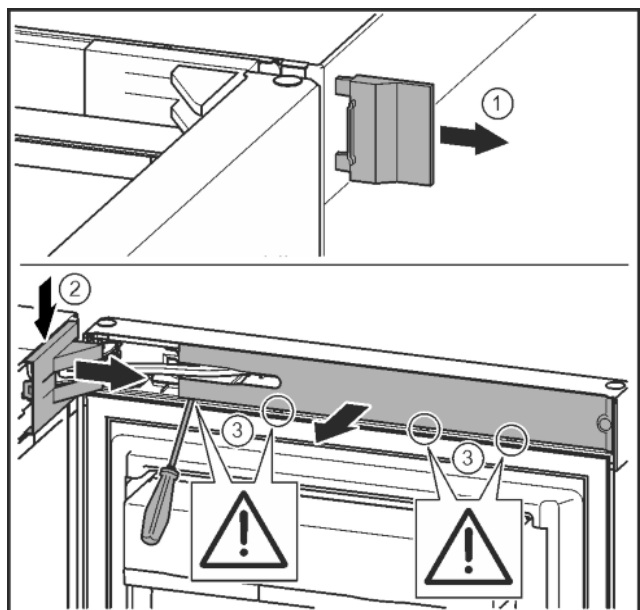

Fig. 12
- Retirer le cache extérieur. *Fig. 12 (1)*
- Détacher et libérer le cache du support de palier. Retirer le cache du support de palier. *Fig. 12 (2)*
- Dégager le cache avec le tournevis et l'incliner sur le côté. *Fig. 12 (3)*